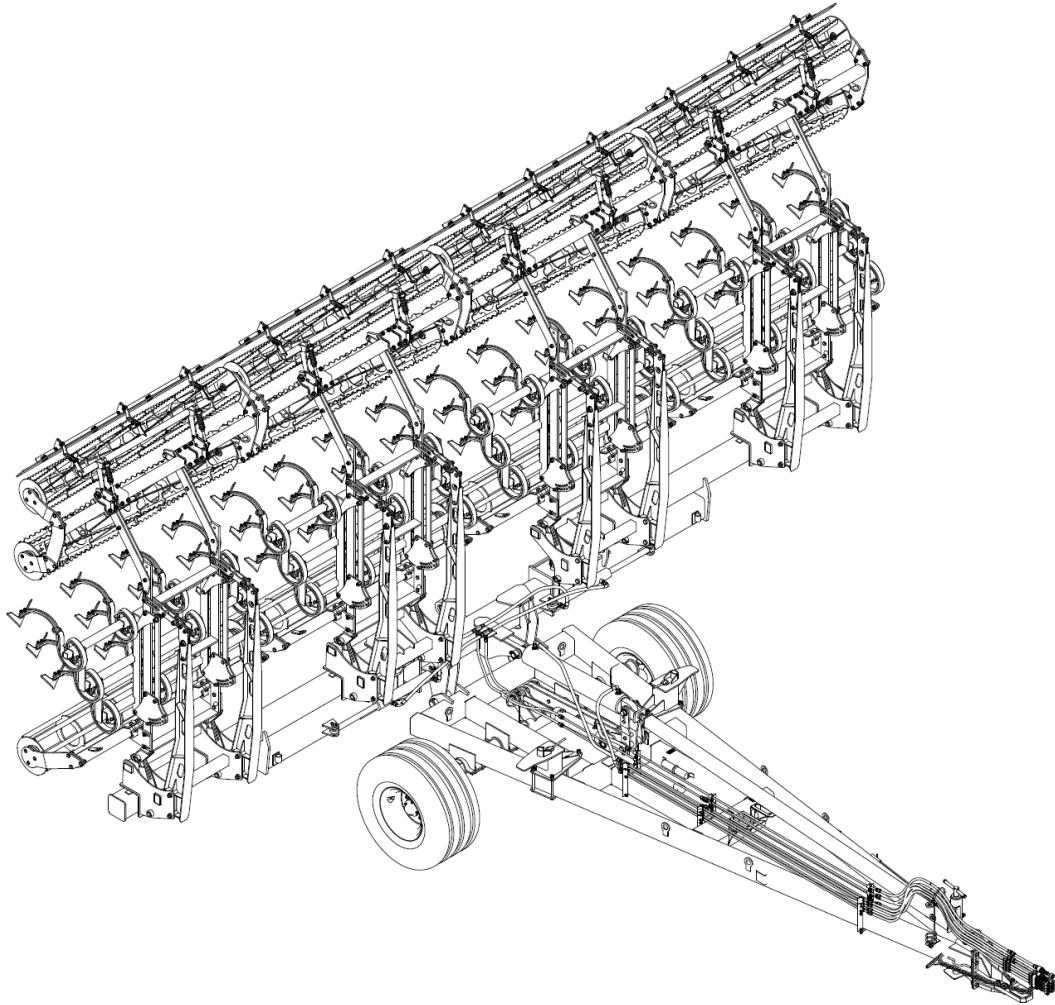

Рис.14 Перевод балок в вертикальное положение.
- центральным гидроцилиндром опустить боковые балки в рабочее положение (рис. 14);